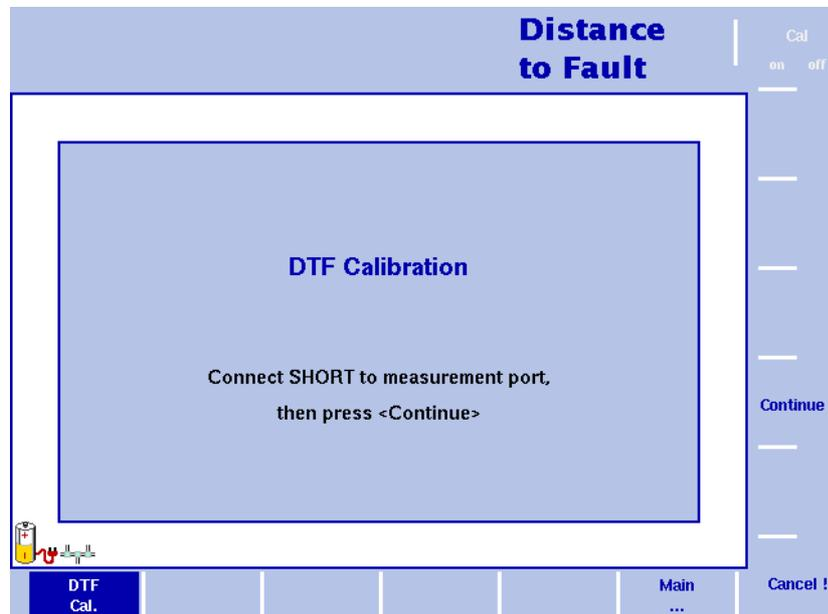

Abbildung 10 „DTF Calibration“-Menü
- 3 Der 9102 führt Sie nun durch Anzeigen entsprechender Handlungsaufforderungen durch den Kalibrierungsvorgang (siehe Abbildung 10). Wenn die erste Meldung angezeigt wird, schließen Sie das Calibration Set an das Testport-Verlängerungskabel an und wählen Sie **Continue**. Über den **Cancel !** Softkey lässt sich der Kalibrierungsvorgang jederzeit abbrechen.